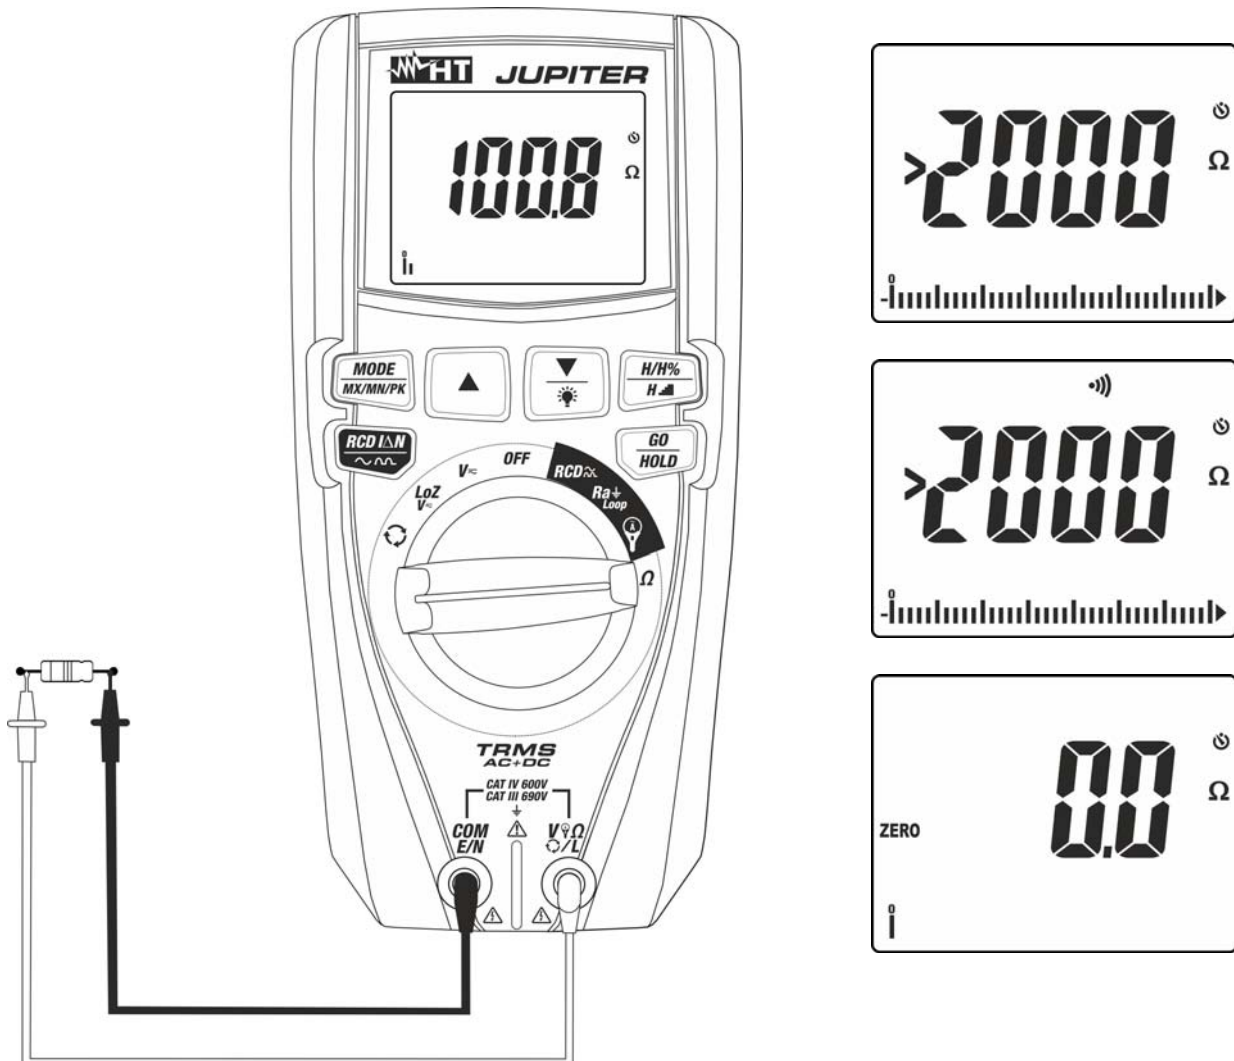

Fig. 11: Utilisation de l'instrument pour mesure de résistance et test de continuité
4. Positionner les embouts sur les points désirés du circuit sous test (voir Fig. 11). La valeur de résistance est visualisée à l'écran.
5. Si le message «>2000» est affiché à l'écran Ω (voir Fig. 11), cela indique que le fond d'échelle de l'instrument a été atteint